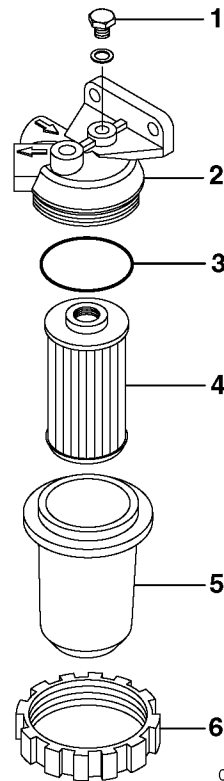

Figure 6
3. Draai de ring los (**Figure 6, (6)**), verwijder het filterhuis (**Figure 6, (5)**) en voer het water of sediment dat zich binnen heeft verzameld af.
4. Na het afvloeien, draait u de ontluchtingsschroef weer stevig vast (**Figure 6, (1)**).